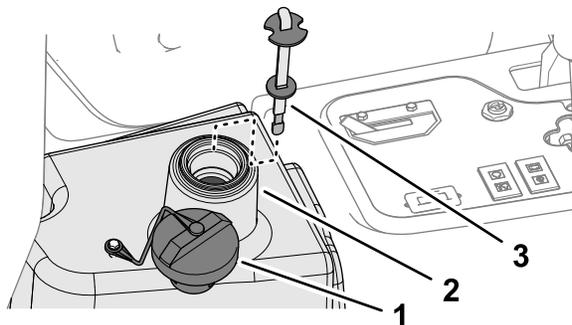

Figura 91
4. Encha o reservatório (Figura 91) com aproximadamente 22,7 litros de fluido hidráulico; consulte a Especificações do fluido hidráulico (página 63).